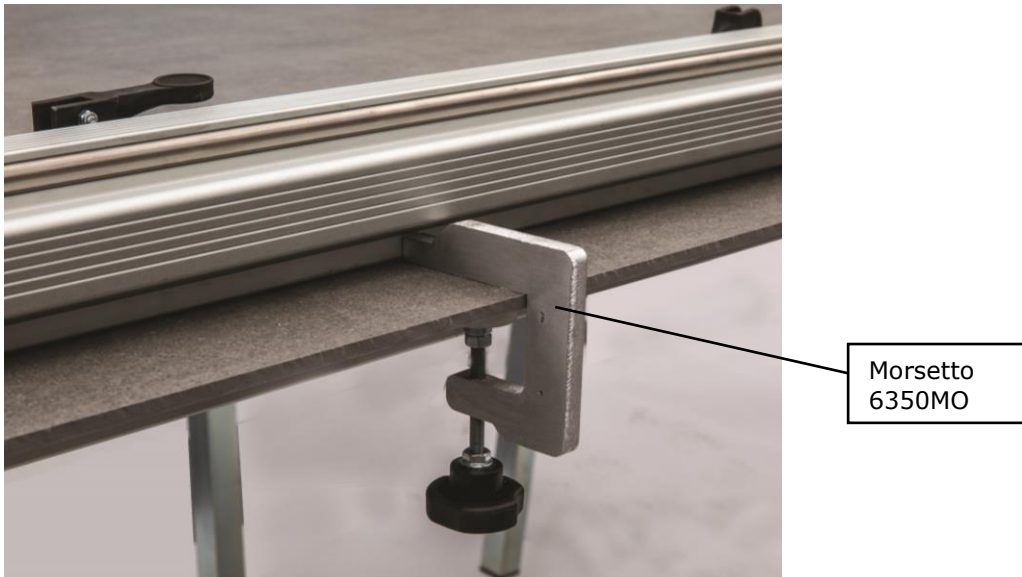

Fig. 6.3.3 Taglio 45° (Jolly) posizione morsetto distanziatore
- 25- Posizionare i morsetti distanziali in dotazione sulle due estremità della piastrella come indicato in fig 6.3.3
- 28- Posizionare la guida contro i morsetti come indicato in fig. 6.3.3 e serrare tutte le ventose